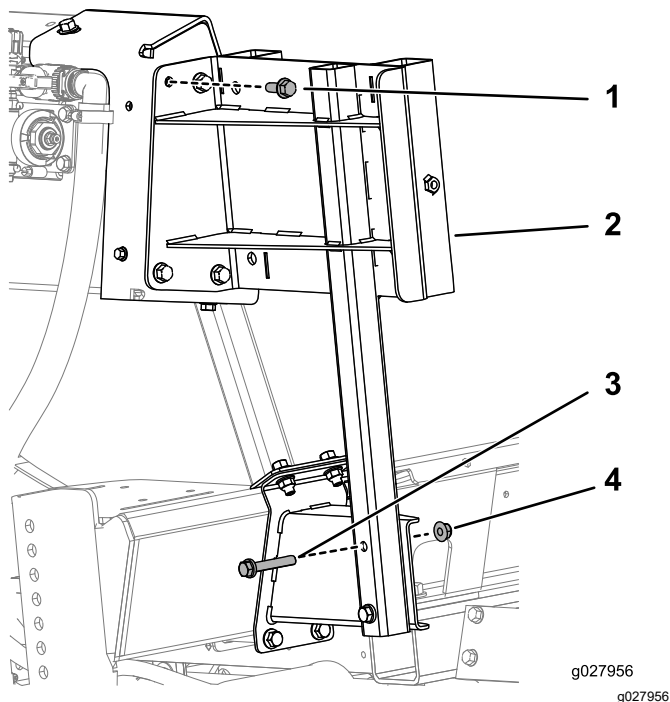

Figura 13
5. Sujete el soporte de la bandeja del carrito a los soportes superior e inferior con 4 pernos ($\frac{3}{8}$ "-16 \times 1"), 2 pernos ($\frac{3}{8}$ "-16 \times 2 $\frac{1}{4}$ ") y 6 tuercas con arandela prensada ($\frac{3}{8}$ "-16), como se muestra en la Figura 13.